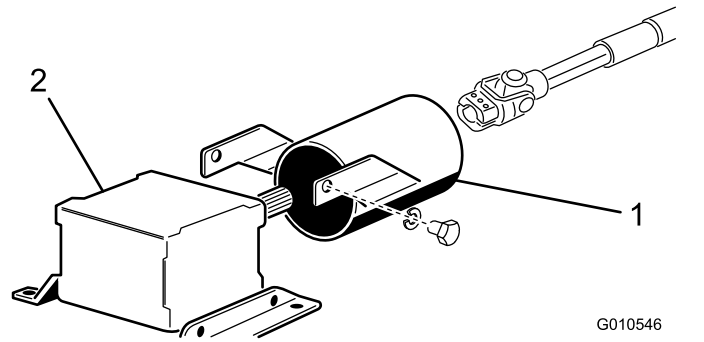

Bild 8
1. Entfernen Sie die zwei Kopschrauben und Sicherungsscheiben, mit denen die Befestigungshalterungen der Schutzvorrichtung für die Zapfwelle am Getriebe befestigt sind (Bild 8).
2. Schieben Sie die Schutzvorrichtung der Zapfwelle auf die Zapfwelle, bringen Sie die Schutzvorrichtung so an, wie in Bild 8 dargestellt.